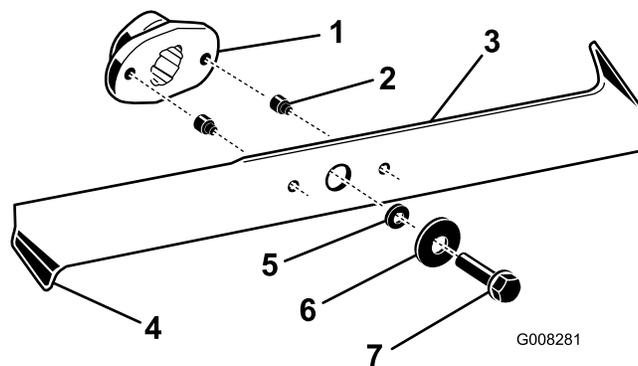

Figure 41
2. Examinez le tranchant des lames (Figure 41). Si elles ne sont pas tranchantes ou si présentent des indentations, déposez et affûtez les lames (voir Aiguisage des lames).
3. Inspectez les lames, surtout les bords recourbés (Figure 41). Si vous remarquez que les lames sont
4. Si les goupilles de cisaillement sont cassées, remplacez-les immédiatement (Figure 41).
3. Enlevez les boulons, les rondelles et les lames (Figure 41). Pour enlever le boulon, bloquez éventuellement la lame en introduisant une cale en bois entre la lame et le carter de tondeuse.
1. Montez les lames, les rondelles et les boulons de fixation (Figure 41).